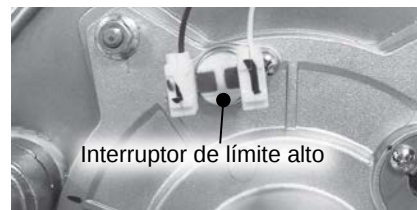

Figura 27 - Ubicación del límite alto.
- 4 Ubique el límite alto de la puerta del quemador en el conjunto de quemador, como se muestra en la Figura 27. Desconecte los dos (2) conductores del cable (etiquetado HI-LIMIT 1) del conjunto de límite alto y tiéndalos lejos del gabinete del calentador de agua para facilitar el acceso al límite alto. Consulte la Figura 27.